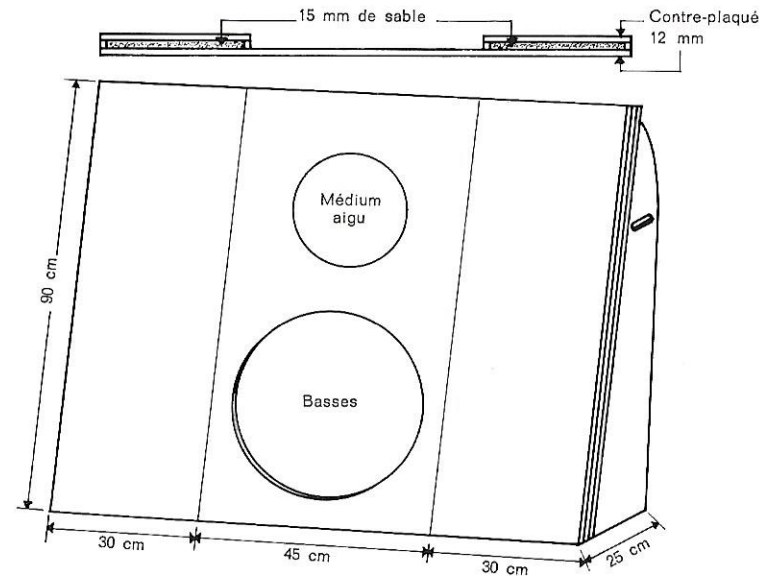

Fig. II.4
*On se trouve ainsi obligé à séparer l'avant de l'arrière, ce que l'on réalise grâce au baffle ou enceinte acoustique (livret III) (fig. II.4).*